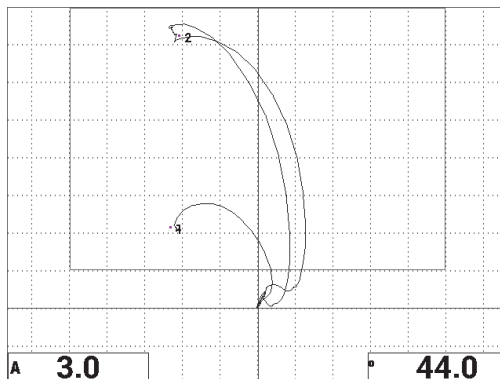

Figura 6-43 Segundo rastreamento sobre o descolamento
13. Pressione a tecla FULL NEXT () para exibir a tela cheia e, em seguida, rastreie lentamente sobre os descolamentos e certifique-se que os pontos ainda coincidem com o sinal (veja Figura 6-43 na página 160).